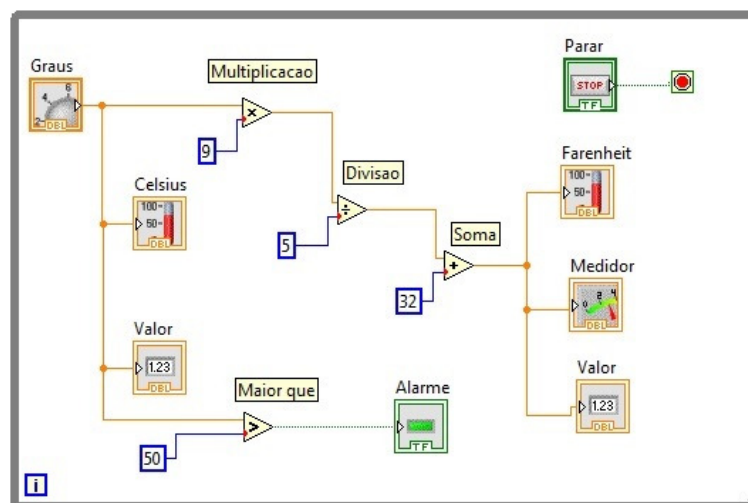

Figura 18 – Barra de ferramentas do painel frontal.
14. Utilize os botões da barra de ferramenta para executar e editar a VI. A Figura 18 apresenta a barra de ferramentas do painel frontal e a função de cada ferramenta.